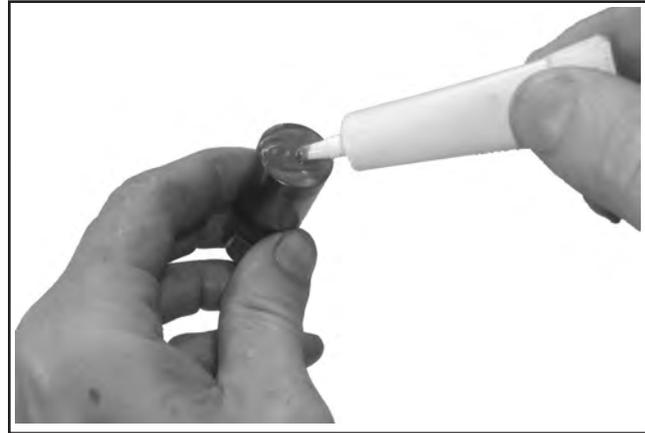

Abbildung 11-34. Auftragung des Schmiermittels auf der Nockenwelle auf den Boden der Stößel.
2. Schmiermittel auf die Nockenwelle (siehe Kapitel 2) auf den Boden jedes Stößels auftragen. Siehe Abbildung 11-34. Unter Verwendung von Motoröl die hydraulischen Stößel und die Stößelbohrungen im Kurbelgehäuse schmieren.